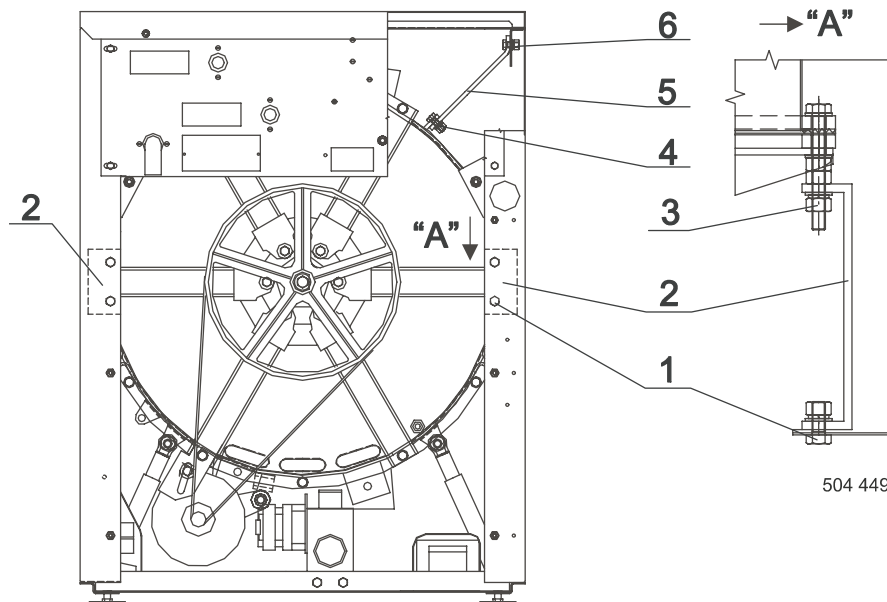

Abb. 4.4
An der Maschine sind drei deutlich gefärbte Transportstreben angebracht, die vor der Inbetriebnahme entfernt werden müssen. Eine der Streben befindet sich im rechten Oberteil (Abb. 4.4, Pos. 5), welche mit zwei Schrauben (4 und 6) befestigt ist. Weitere zwei Streben (2) befinden sich in der Höhe der Trommelachse links und rechts. Jede ist durch zwei Schrauben (1) an der Außenseite des Gehäuses durch eine Mutter (3) an der Außentrommel befestigt. Nach Ausbau der Streben die Schrauben (1, 4 und 6) wieder zurück in das Gehäuse schrauben. Streben (2 und 5) für einen eventuellen späteren Transport aufbewahren.